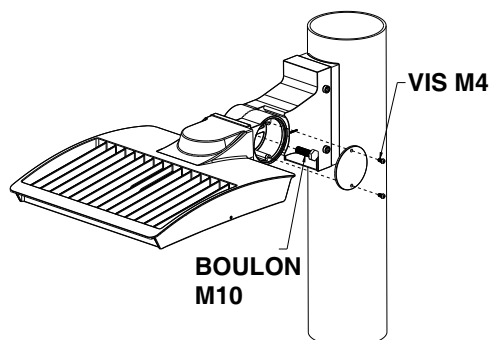

FIG. 6
4. Pour orienter le luminaire, enlevez la plaque de couverture, desserrez le boulon central d'articulation M10 sur le bras, orientez de 0 à 60° vers le haut ou vers le bas pour ajuster l'angle désiré de montage (voir la FIG. 6).